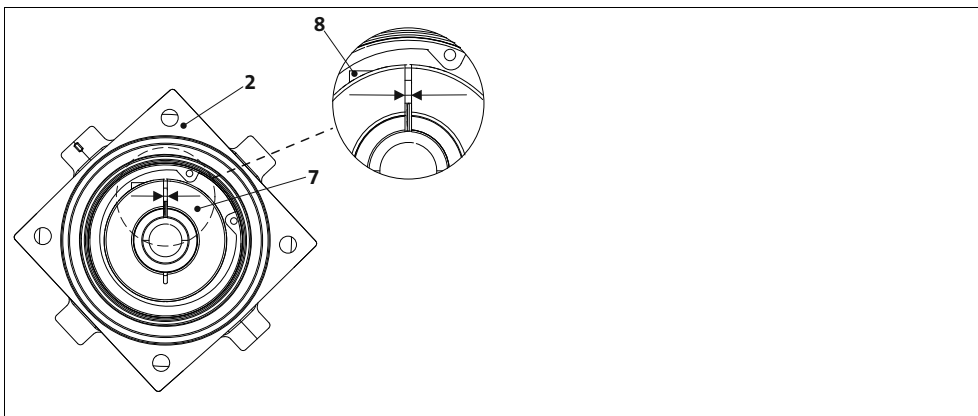

Abb. 7 Zuordnung: Motorwelle, Klemmring und Montagebohrung
- Schlitze von Getriebe Antriebshohlwelle und Klemmring zueinander und zur Montagebohrung ausrichten (Abb. 7).